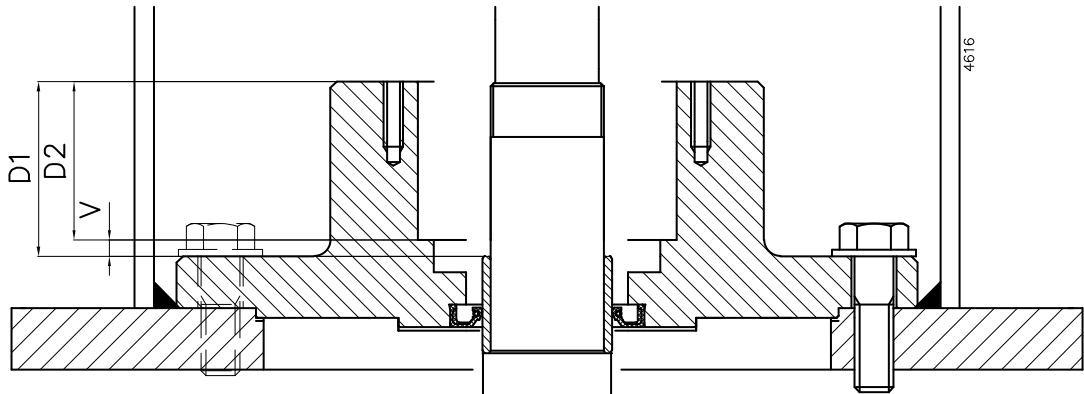

Abbildung 14: Determinating the thickness of the shim rings.
- 3 Siehe Abbildung 14. Mit einem Tiefenmesser den Abstand **D1** von der Oberseite des Lagergehäuses bis zur Oberseite des Innenrings und den Abstand **D2** von der Oberseite des Lagergehäuses bis zum Boden des Lagersitzes messen. Die Differenz **V** mit Abstandsringen (6050) auffüllen.